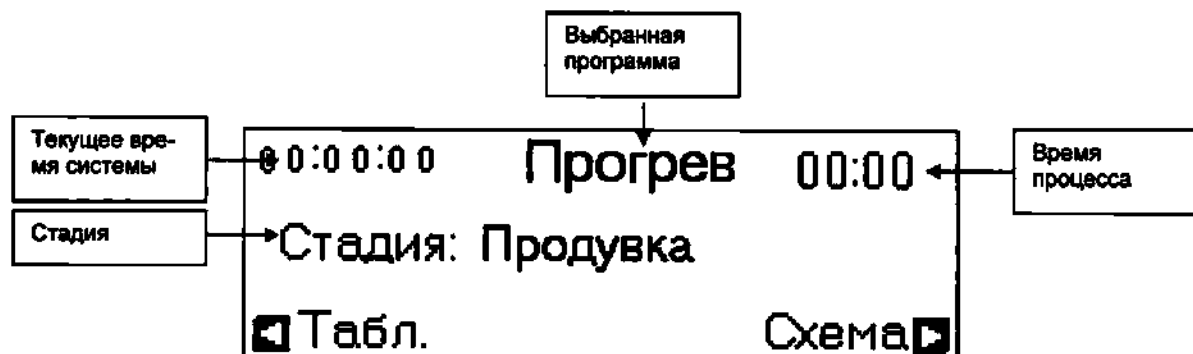

Рисунок 10
- После нажатия клавиши «ENT» установка начинает выполнять программу обеззараживания в автоматическом режиме. При этом на экране высвечивается экран «Стадия» (рис. 10).